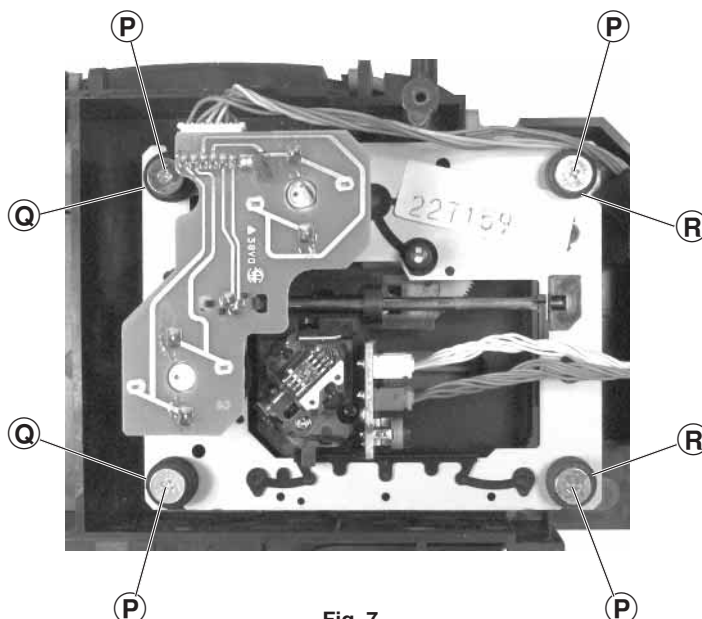

Fig. 7
- 4 Schrauben ⑨ herausdrehen (Fig. 7).
Achten Sie dabei auf die Puffer (Fig. 7) ⑩ (schwarz) und ⑪ (blau). Diese Puffer haben einen unterschiedlichen Auflagedruck (schwarz = stärker, blau = schwächer).
- Undo 4 screws ⑨ (Fig. 7).
Take care of the buffers ⑩ (black) and ⑪ (blue) Fig. 7. The buffer pressure is different (black = stronger, blue = weaker).